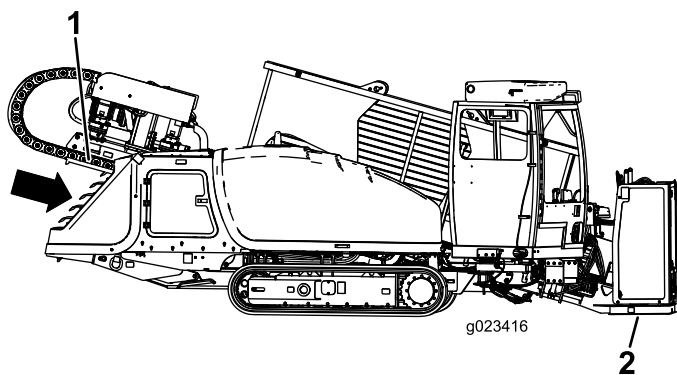

Figura 42
4. Baje el bastidor de empuje, inclinando el bastidor de perforación hasta que la chapa toque el suelo (Figura 42).